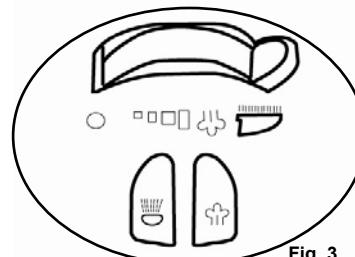

Fig. 3
- Coloque el control variable de vapor en la posición de ráfaga de vapor. (Fig. 3)
- Mueva el control variable de vapor hacia arriba para aumentar la cantidad de vapor. (Fig. 3) Al usar más vapor, la plancha usa más agua y podría ser necesario rellenarla más seguido el tanque de agua. Vea la página 4 para llenar la plancha con agua.